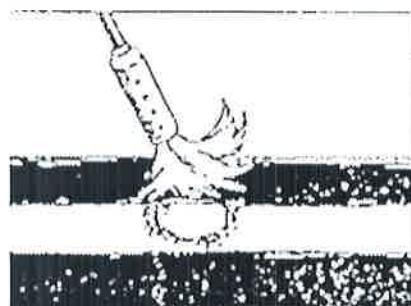

Рис.2
4.3. Подогреть оголённый металл трубы в зоне повреждения до температуры 30-40 °C, направляя пламя горелки преимущественно в центр повреждения (см. рис.2).